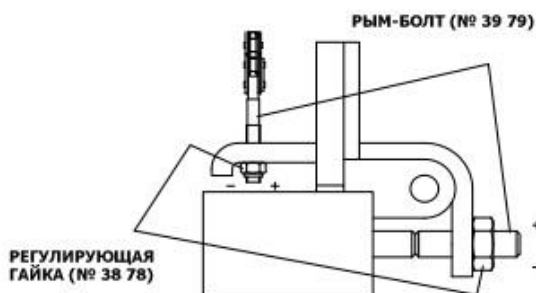

Рисунок 2.
Проверьте работу трех различных функций посредством установки регулирующего рычага в 3 различные положения соответственно. Если рычаг не функционирует надлежащим образом, отрегулируйте регулировочную гайку (№ 38 79) посредством следующей процедуры (см. рисунок 2).
3. Гайка регулирующего рычага не настроена надлежащим образом.	3. Настройте гайку болта регулирующего рычага. (См. Рисунок 2)